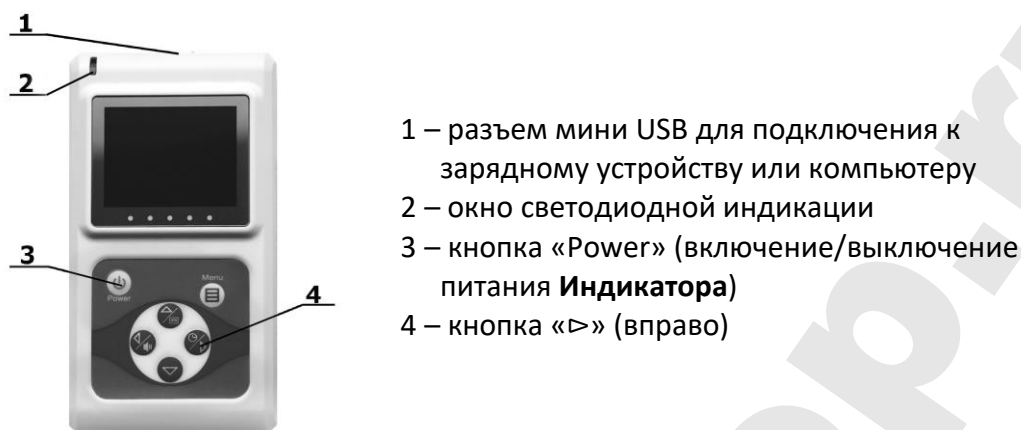

Рис. 1 Внешний вид **Индикатора** RadiaScan-501(601, 701)
Внешний вид **Индикатора** RadiaScan-501(601, 701) представлен на Рис. 1.
- убедитесь, что Индикатор выключен (не реагирует на кратковременные нажатия кнопок) и, если это не так, выключите его длительным нажатием на кнопку Power (см. Рис. 1 метка 3);
- используя USB-кабель из комплекта поставки, подайте внешнее питание на USB-разъем Индикатора (см. Рис. 1 метка 1) от зарядного устройства, либо от USB-порта компьютера.
Через несколько секунд после подачи внешнего питания загорится красный сигнал в окне светодиодной индикации (см. Рис. 1 метка 2) – признак процесса заряда аккумуляторов. При этом мигающий зеленый сигнал сообщает, что прибор запитан от внешнего источника.
Когда Индикатор выключен или работает в режиме ГАММА, процесс заряда можно явно запустить и остановить длительным нажатием на кнопку «▷» (см. Рис. 1 метка 4).